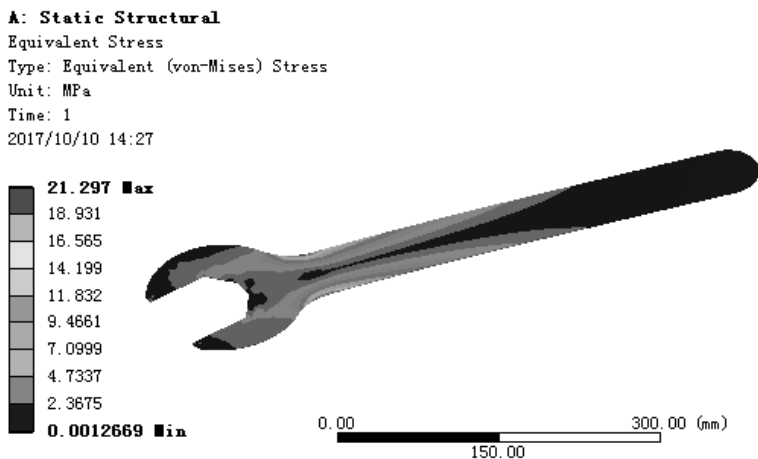

图 7.5.23 应力结果图解
(1) 求解分析。在顶部工具栏中单击 **Solve** 按钮求解分析。
(2) 查看应力结果图解。在“Outline”窗口中选中 **Equivalent Stress**，查看图 7.5.23 所示的应力结果，其最小应力为 0.0012669 MPa，其最大应力为 21.297 MPa。